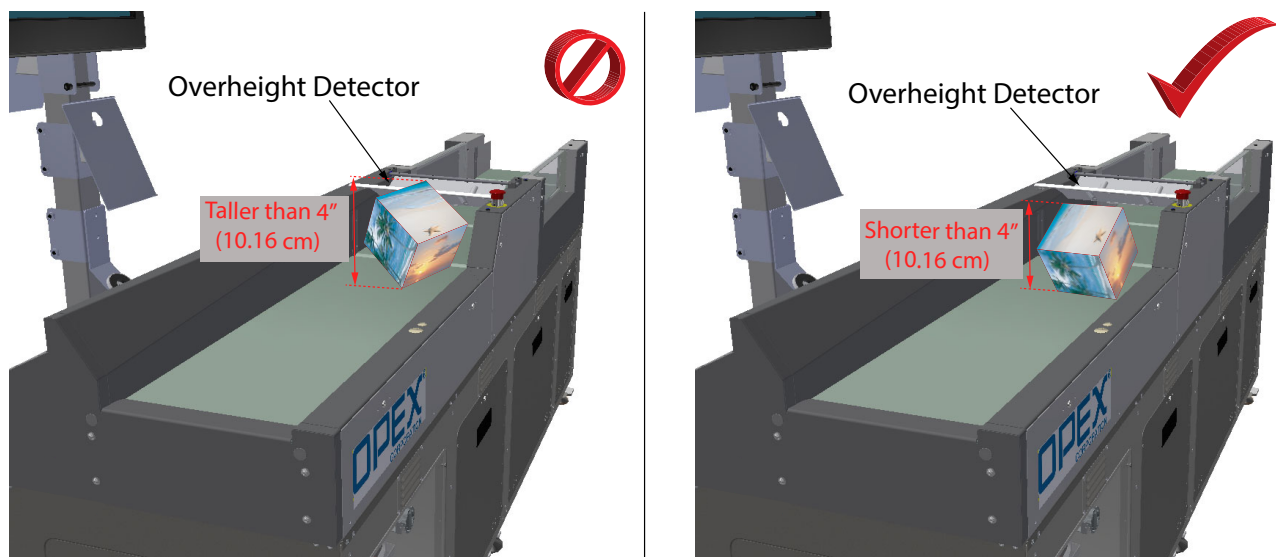
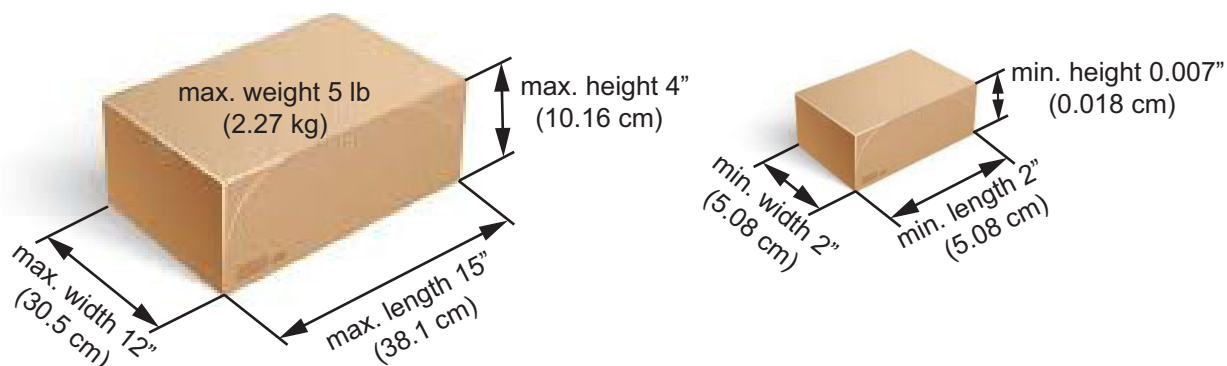

Figure 1-24: Rotacionando Item Que É Muito alto
Figure 1-29: Limites de Especificação
Somente se as limitações especificadas do item não forem excedidas conforme definido na Figure 1-29 on page 136, o item pode ser rotacionado para que seja somente um pouco menor do que as 4 polegadas para retomar a execução (consulte Figure 1-24).
1. Certifique-se de que as limitações especificadas não sejam excedidas (consulte Figure 1-29).
Nota: Certifique-se de que as limitações especificadas do item não sejam excedidas, conforme definido na Figure 1-29 on page 136